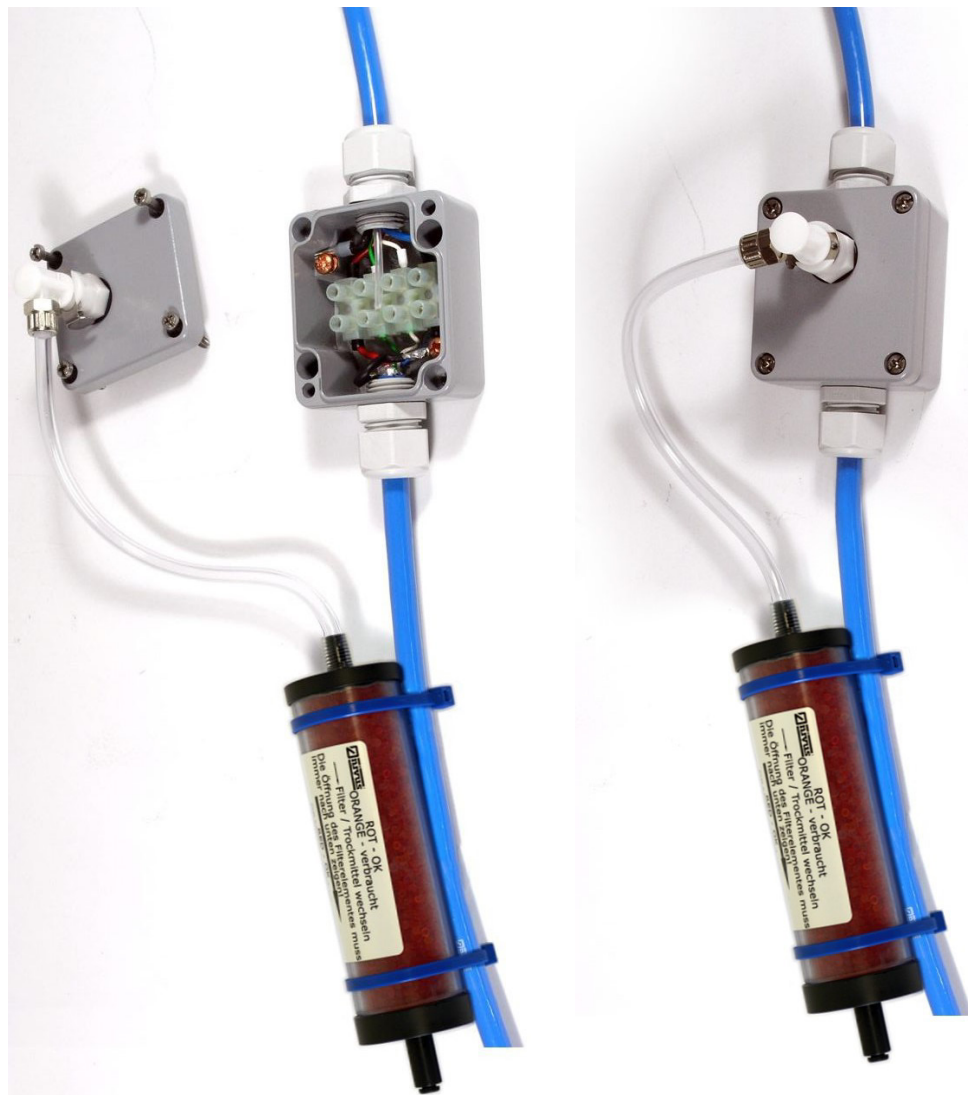

Abb. 5-15 Fertig montiertes Druckausgleichselement
3. Luftfilter mit den beiden mitgelieferten Kabelbindern an einem der beiden Kabel so befestigen, dass der Filterdeckel nach unten zeigt (*Abb. 5-15*).